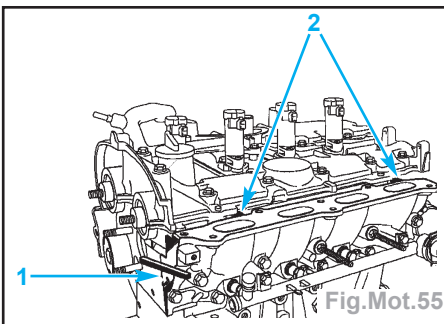

Fig.Mot.55
- vérifier l'alignement (**1**) entre le répartiteur inférieur d'admission et la culasse (côté distribution) en s'assurant que les languettes (**2**) soient bien en contact avec celles du couvre-culasse (Fig. Mot.55).